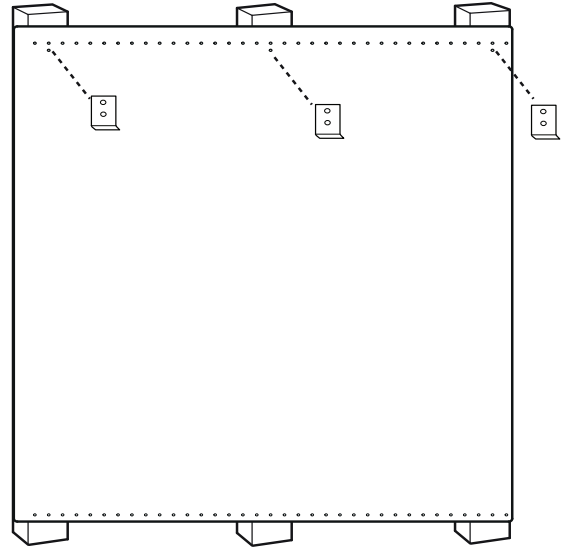

Figura 23: Consola trasera de protección con estante guarda-caliente
3. En el lugar indicado en la Figura 23, fije los soportes inferiores proporcionados con el estante guarda-caliente a través de la consola trasera de protección en los travesaños de pared.